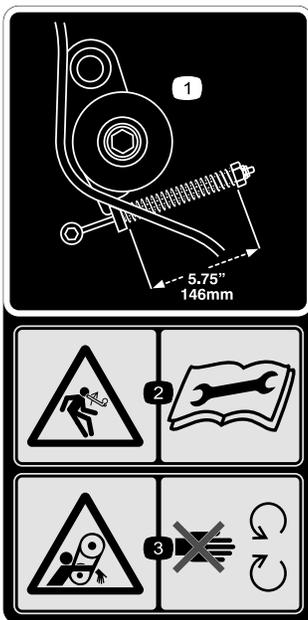

Figure 32
1. Vérifiez que la tension de la courroie est correcte en comprimant le ressort de tension à 146 mm ; voir Figure 32.